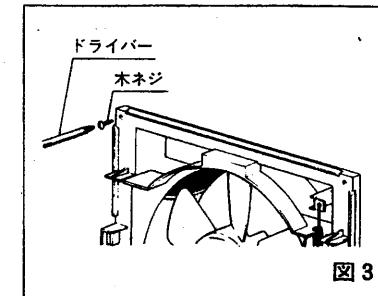

図3
- 付属の木ネジ（3本）で木枠に直接換気扇を取り付けてください。木ネジの締付けが悪いと振動や騒音の原因となります。（図3）